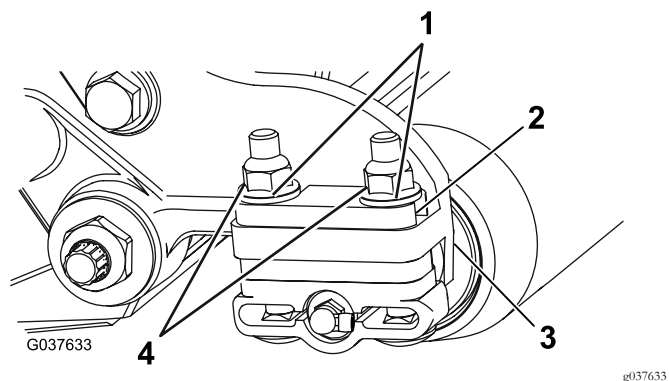

図 4
- 各ローラブラケットをサイドプレートに固定している2本のフランジロックナットとワッシャを外す 図 4。